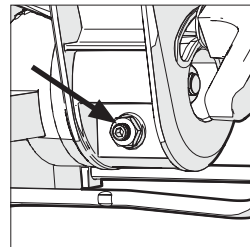

Fig. 10
- Desserrez le contre - écrou sur la vis de réglage de l'angle de biseau avec une clé de 10 mm et la clé 3mm à tête hexagonale (non fourni). (Fig. 10)